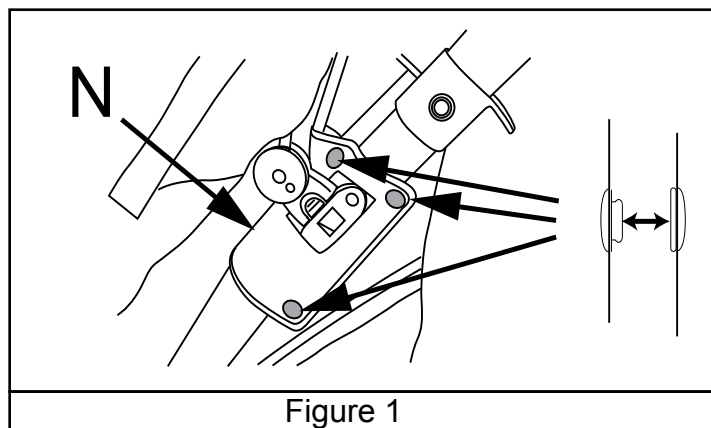

Figure 1
1. Jale el tubo principal de la capota hacia adelante ① (Fig. 1).
2. Gire la sección delantera de la capota hacia adelante ② (Fig. 1).
See Figure 1
Voir Figure 1